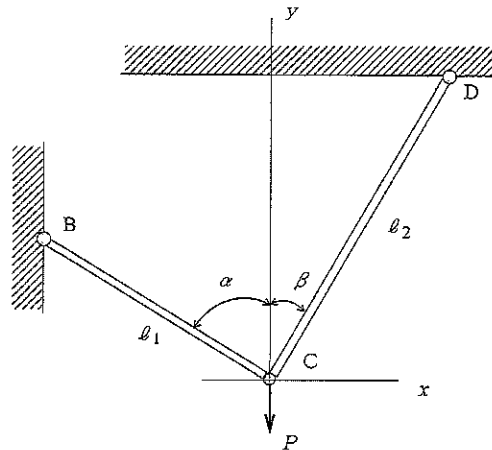

図1
- 1 図1のように長さ l_1 および l_2 の軟鋼製棒材の上端が剛体の天井と側壁に取り付けられている。両部材の他端はCでピン結合されている。両棒の横断面積は $A = 100\text{mm}^2$ であり、長さは $l_1 = 1.0\text{ m}$ 、 $l_2 = 1.2\text{ m}$ である。また、取り付け角度は y 軸に対して $\alpha = 60^\circ$ 、 $\beta = 30^\circ$ である。 y 軸方向に $P = 10.0\text{ kN}$ の力が作用するとき、以下の設問(1)～(4)に答えよ。